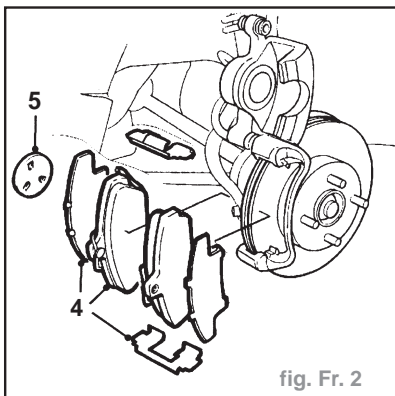

fig. Fr. 2
- Enlever 2 plaquettes de frein (4), les cales et les dispositifs de retenue du support d'étrier (fig. Fr. 2).
- Déposer la cale intérieure (5) du piston d'étrier.